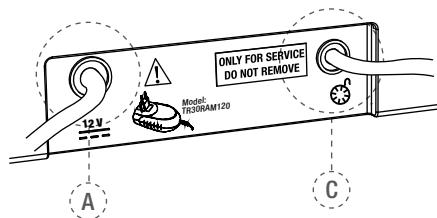

Рис. 2 Задняя панель устройства управления
- b. Вставить штекер зарядного устройства аккумулятора в соединительное гнездо (A - см. рис. 2) на задней панели прибора (подробности см. в разделе 7.3.3).
- d. Вставить кабель ножной педали в гнездо на задней панели прибора (C - см. рис. 2).
Оранжевый мигающий: зарядное устройство аккумулятора надлежащим образом подсоединено к гнезду **A** (см. рис. 2) на задней панели прибора, и аккумулятор заряжается. В случае если прибор выключается, а зарядное устройство аккумулятора подключено, прибор снова начнет работу и на дисплее появится следующее сообщение: